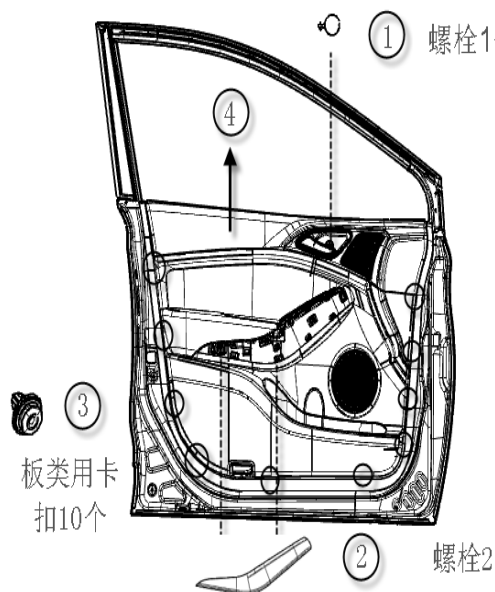

图1 前门板拆卸示意图
门护板总成通过螺栓和卡扣安装在车门钣金上，如图 1 所示，按图中①-⑥的顺序拆卸：